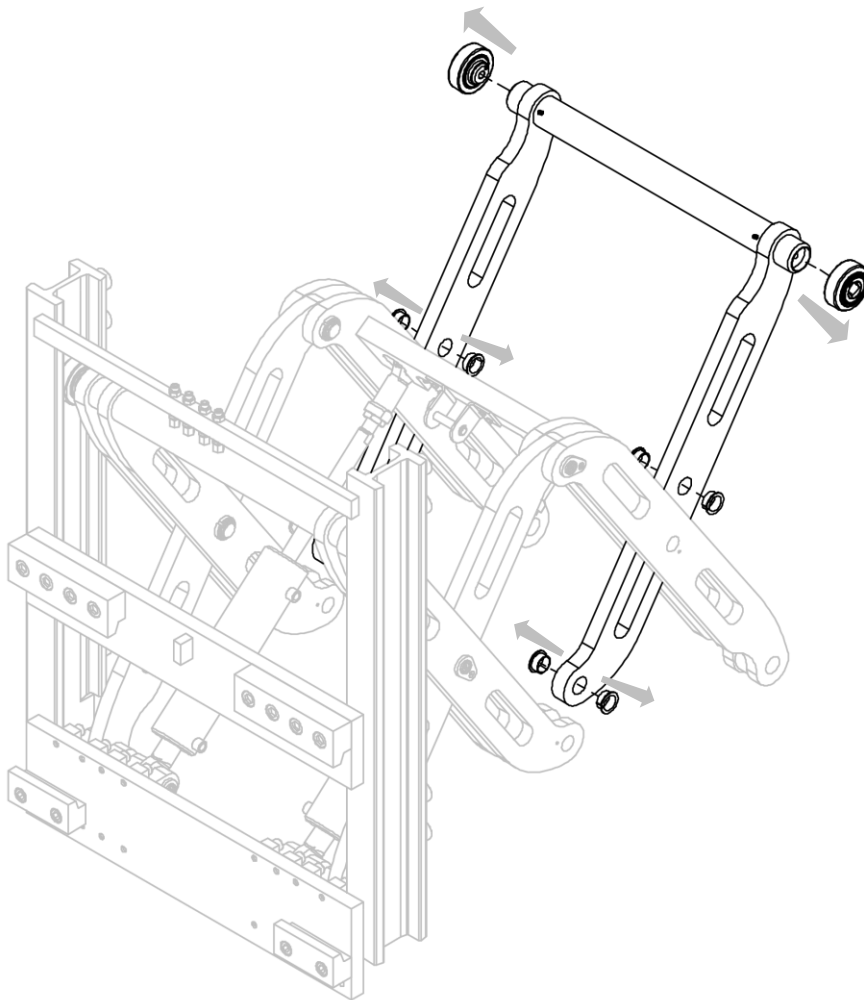

Figura 11
4. Retirar el par de brazos del implemento, con los casquillos de oscilación relativos (mira Figura 11).